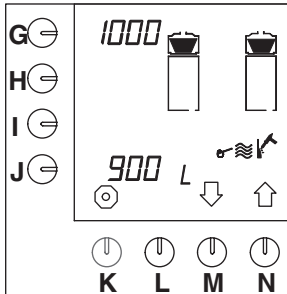

Fig. 26 Kaffebryggerens afkalkningstæller
- Afkalkningstælleren vises i displayet (fig. 26).